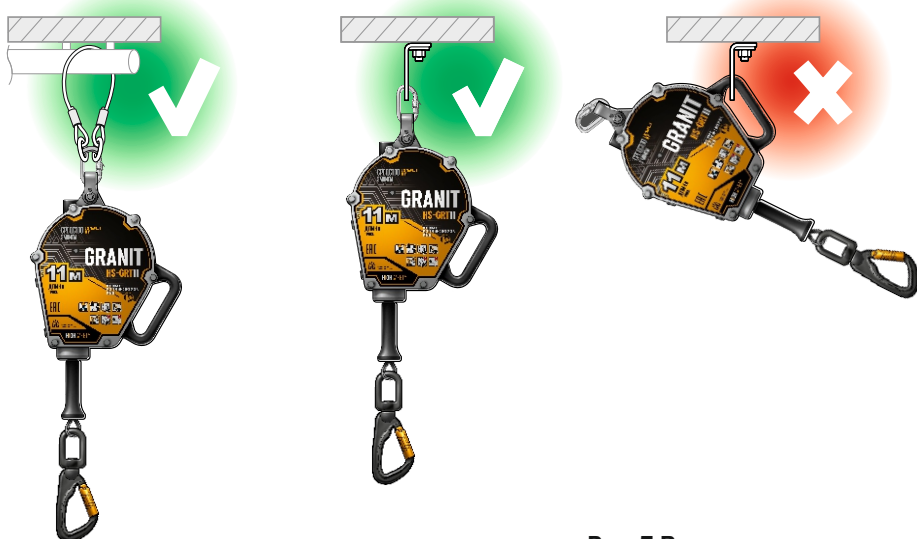

Рис. 7 Варианты правильного и неправильного крепления СЗВТ GRANIT к анкерной точке.
- в) присоединять СЗВТ к анкерной точке за ручку для транспортирования (рис. 7);